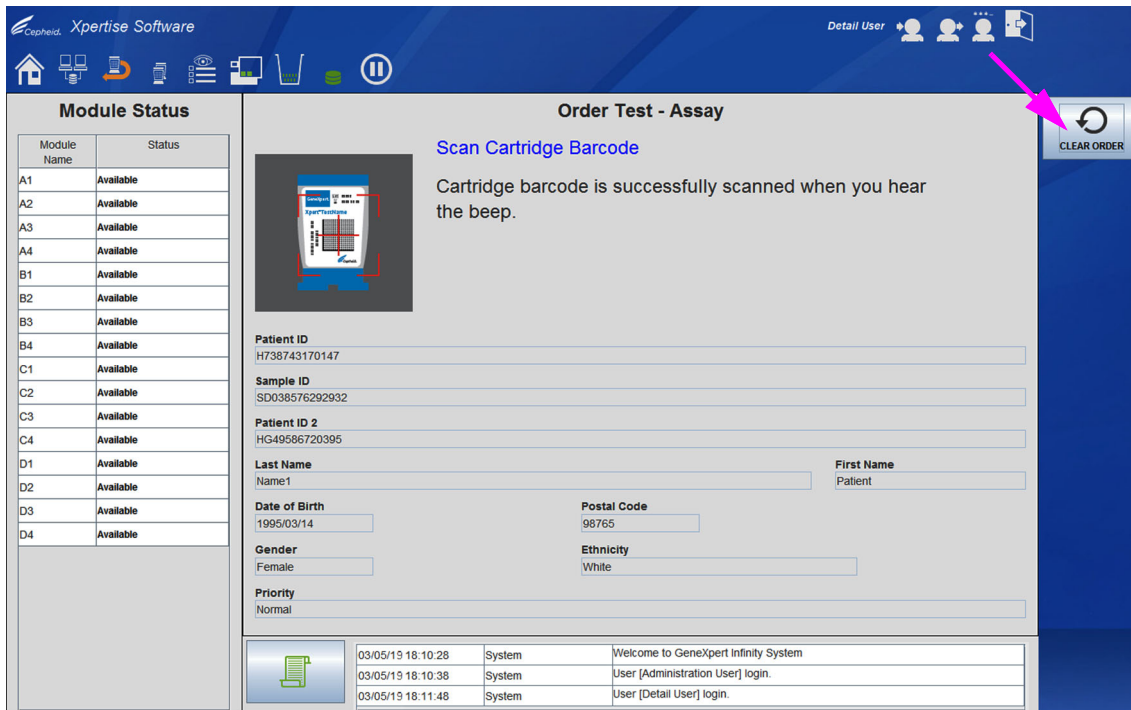
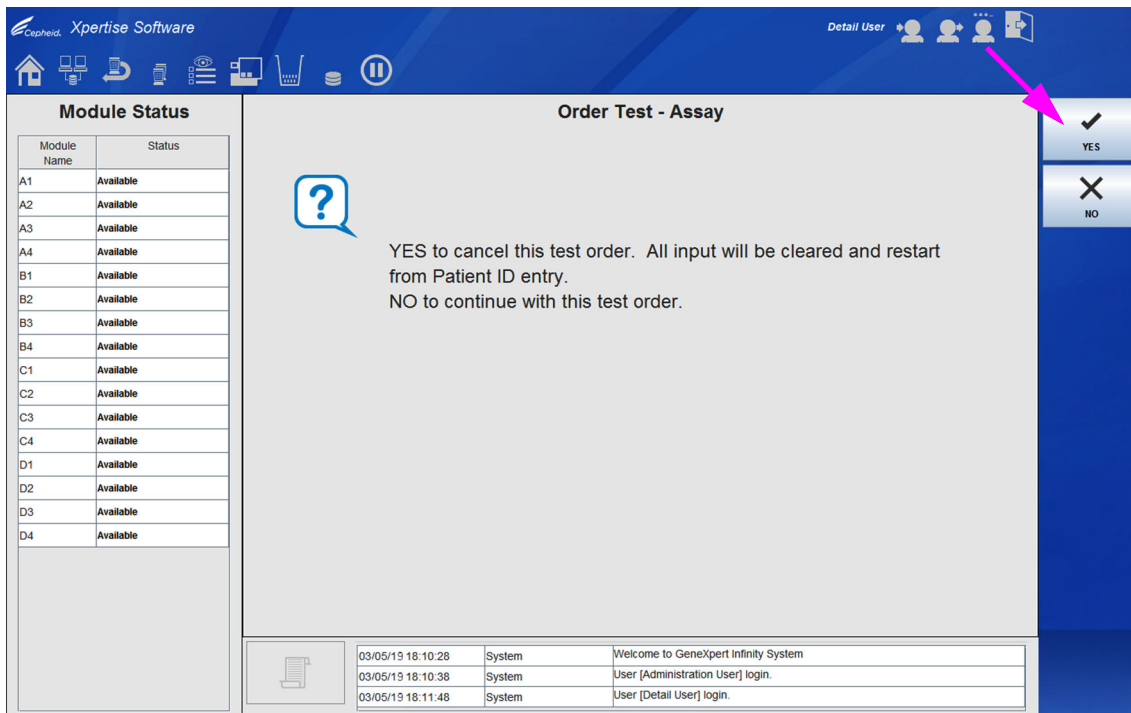

図 5-88. テストのオーダー - アッセイワークスペース - カートリッジバーコードのスキャン
図 5-89. テストのオーダー - アッセイワークスペース、確認
場合によっては、自動化モードでテストのオーダーを開始した後に、テストオーダーをクリアする必要があります。**テストのオーダー終了 (END ORDER TEST)** ボタンがある初回のテストのオーダーワークスペースを除いては、どのテストのオーダーワークスペースにも**オーダーのクリア (CLEAR ORDER)** ボタンがあります。テストのオーダーをクリアするには、これらのワークスペースのいずれかで、**テストのオーダー終了 (END ORDER TEST)** または**オーダーのクリア (CLEAR ORDER)** ボタンを選択します。**オーダーのクリア (CLEAR ORDER)** ボタンの例については 図 5-88 を参照してください。
1. いずれかの自動化テストオーダーワークスペースで、**オーダーのクリア (CLEAR ORDER)** ボタンを選択します (図 5-88 を参照)。テストをキャンセルする必要があることを確かめるために、確認ワークスペースが表示されます。図 5-89 を参照。
2. テストオーダーをキャンセルするには、**YES** ボタンを選択します (図 5-89 を参照)。初回のテストのオーダーワークスペースが表示されます。図 5-61 を参照。